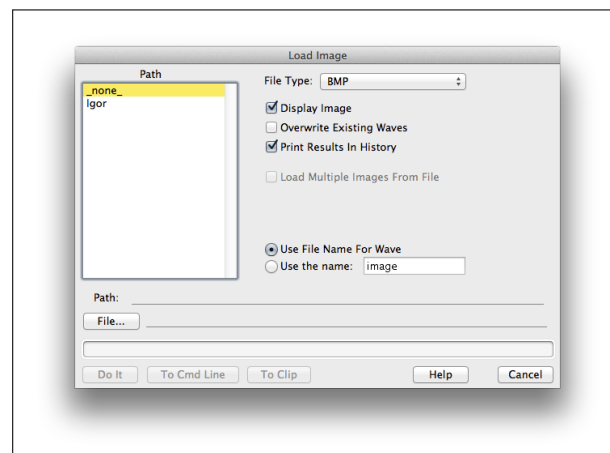

Abbildung 3: Dialogbox in Igor Pro zur Auswahl einer Bitmap-Datei
- c) Lesen Sie das abgespeicherte Bild (BMP-Format) in Igor ein (Igor → Data → Load Waves → Load Images...). Sie erhalten eine Dialogbox wie in Abb. 3 gezeigt. Wählen Sie die Datei mittels des Buttons File... aus. Mit den in Abb. 3 gezeigten Einstellungen lädt Igor die Bitmap-Datei als Wave, deren Namen dem Dateinamen der Bitmap-Datei entspricht und stellt das Bild automatisch graphisch dar.